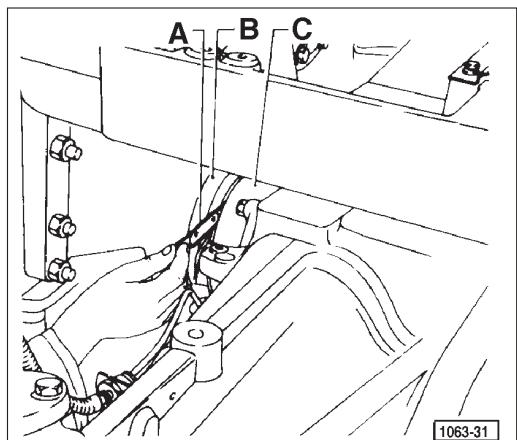

Fig. 5 - Contrôle du jeu axial du pont avant.
- A l'aide d'une jauge à épaisseurs **A** (voir Fig. 5) veiller que le jeu axial entre anneau d'épaulement **B** et boîtier de différentiel **C** ne dépasse pas les valeurs des tolérances indiquées dans le tableau spécifique.